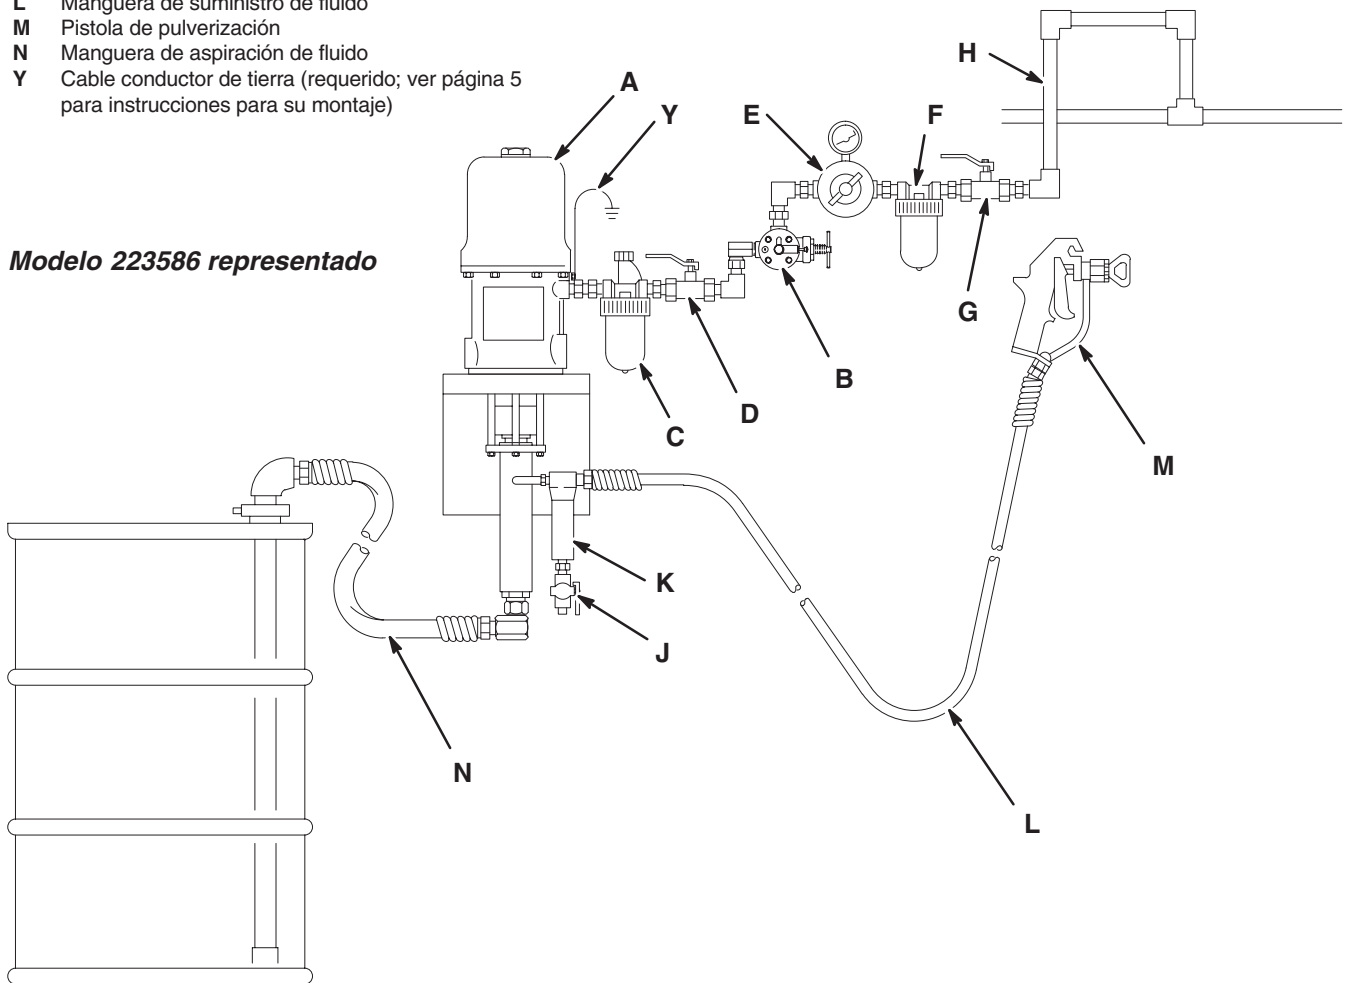

Fig. 2
La Fig. 2 se ofrece sólo como guía para la selección y la instalación de los componentes y accesorios del sistema. Contacte con su distribuidor Graco para obtener ayuda en el diseño de un sistema adecuado a sus necesidades personales.
Consulte el diagrama de la Instalación típica (Fig. 2).
Instale los siguientes accesorios en el orden indicado por la Fig. 2, utilizando adaptadores donde sea necesario:
Instale los siguientes accesorios en los lugares indicados por la Fig. 2, utilizando adaptadores donde sea necesario:
- **Una válvula de drenaje de fluido (J)** es necesaria en su sistema para liberar la presión de fluido en la manguera y en la pistola (consulte la **ADVERTENCIA** de la izquierda). Instale la válvula de drenaje apuntado hacia abajo, pero de forma que la llave apunte hacia arriba cuando la válvula esté abierta.
- **Un filtro de fluido (K)** filtra las partículas perjudiciales para el fluido.
- **Una pistola de pulverización (M)** para surtir el fluido. La pistola mostrada en la Fig. 2 es una pistola de pulverización sin aire.
2. Cierre la válvula neumática principal de purga con manivela roja (D, requerida en su sistema). Vea la Fig. 2.
Vea la Fig. 2 de la página 7. Cerciórese de que el regulador de aire (E) y la válvula neumática principal de purga (D) están cerrados. **¡No instale todavía la boquilla de pulverización!**
Existe una válvula limitadora (B) que corta el suministro de aire a la bomba si ésta se acelera a una velocidad superior a la pre-establecida. Vea la Fig. 2 en la página 7. Para obtener más información, póngase en contacto con su distribuidor Graco.